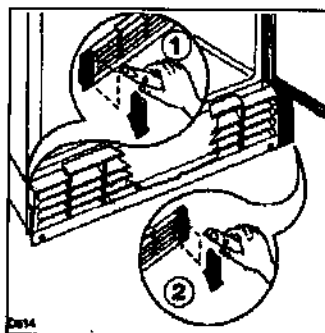

Рис. 1
Подвинуть вентиляционную решетку по направлению, указанному стрелкой, и отделить левую часть (1) (Рис. 1)
Задвинуть вентиляционную решетку по направлению и отделить правую часть (2) (рис. 1).
Снять штифты (А), разделительный элемент (В) (рис. 1) и дверь.
Снова установить дверь, штифты (А) и разделительный элемент (В) (рис. 1).